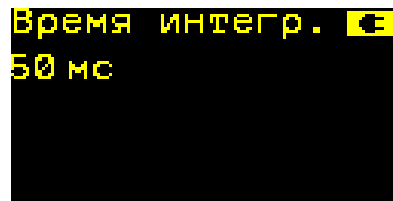

Рисунок 3.2. Дисплей веберметра при установке времени интегрирования
- последовательное при каждом нажатии на клавишу циклическое переключение времени интегрирования: $10 мс \rightarrow 50 мс \rightarrow 100 мс \rightarrow 500 мс \rightarrow 1 с \rightarrow 2 с \rightarrow 5 с \rightarrow 10 с$ (рисунок 3.2);